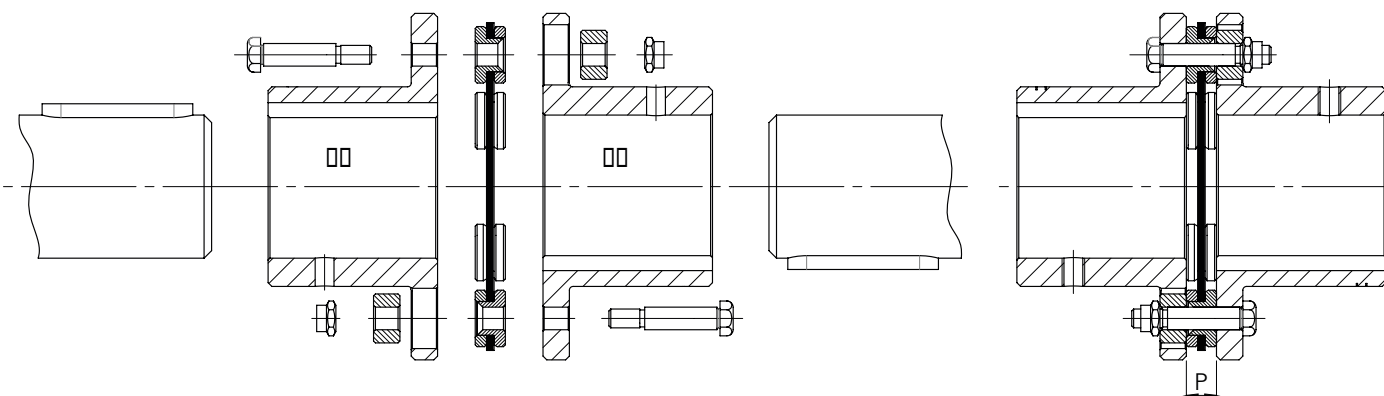

Figura 4-1 - METALDRIVE®: montaggio mozzi
- Montare i mozzi sull'albero motore e condotto in modo che la flangia sia allineata con la faccia frontale degli alberi (vedi FIGURA 4-1)
- Avvicinare motore e utilizzatore fino all'ottenimento della quota P (vedi FIGURA 4-1 e TABELLA 4.1)
- Avvicinare motore e utilizzatore fino all'ottenimento della quota DBSE (vedi FIGURA 4-1 e TABELLA 4.1)